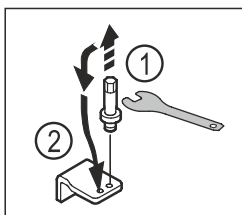

Fig. 18
- ▶ Выкрутите болт на нижнем опорном кронштейне при помощи ключа с наружным шестигранником SW5. Fig. 18 (1)
- ▶ Установите болт на противоположной стороне. Fig. 18 (2)